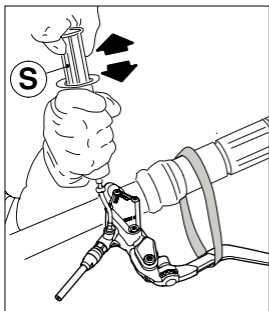

Fig. 15
- Die Spritze **S** (Abb. 15) mit 10 ml Bremsflüssigkeit auffüllen und am Hauptbremszylinder festschrauben.